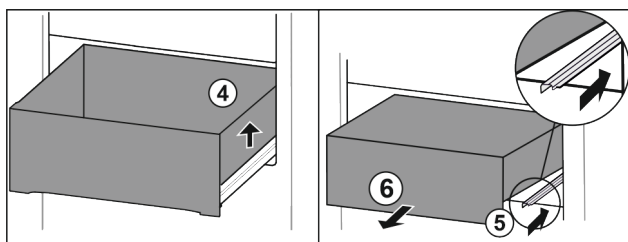

Fig. 24
- ▶ Løft skuffen i højre side. Fig. 24 (4)
- ▶ Skub den højre skinne ind. Fig. 24 (5)
- ▶ Tag skuffen ud fremefter. Fig. 24 (6)